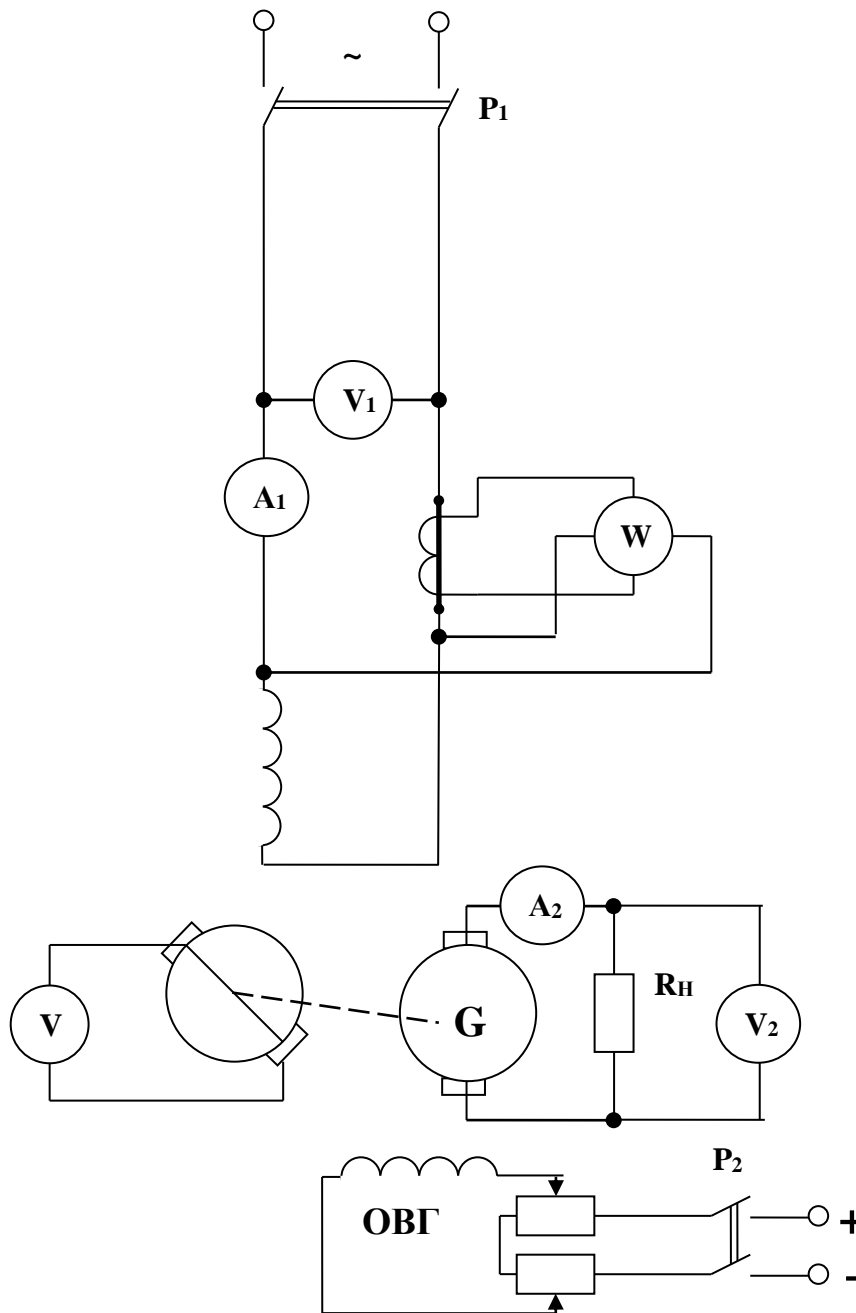

Рис. 1. Схема испытания репульсионного двигателя
1. Ознакомиться с конструкцией исследуемой машины, выписать ее паспортные данные и собрать схему экспериментальной установки в соответствии с рис. 1.